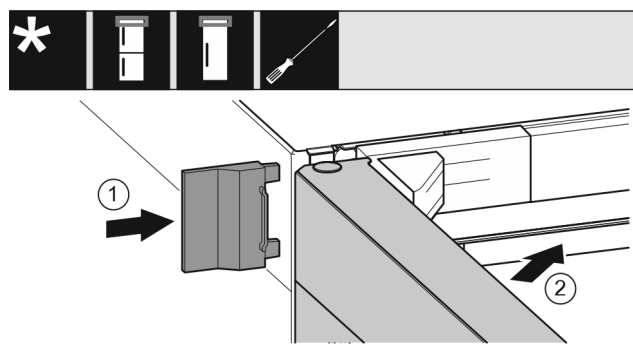

Fig. 26
- Vnější kryt Fig. 26 (1) nasuňte.
- Zavřete horní dveře Fig. 26 (2).